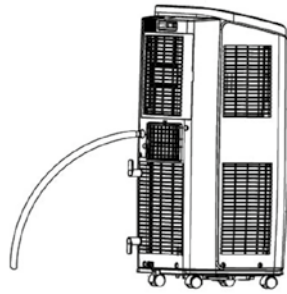

Figura 16
- 3 Collegare un tubo per l'acqua (non in dotazione) al manicotto del tubo (vedere la figura 16).